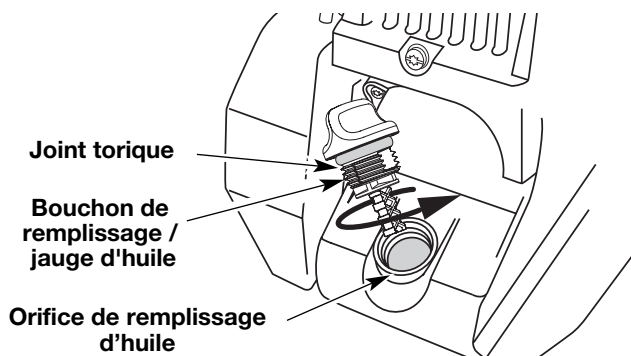

Fig. 53
- Si le niveau est trop bas, ajoutez un peu d'huile par l'orifice et revérifiez (Fig. 53). Continuez jusqu'à ce que le niveau d'huile atteigne le haut de la jauge.
**REMARQUE :** Assurez-vous que le joint torique est mis sur le bouchon de remplissage / jauge d'huile au moment de la vérification et du changement d'huile (Fig. 53).
- Versez l'huile de l'orifice de remplissage dans un récipient en inclinant l'appareil à la verticale (Fig. 53). Allouez assez de temps pour une vidange complète.